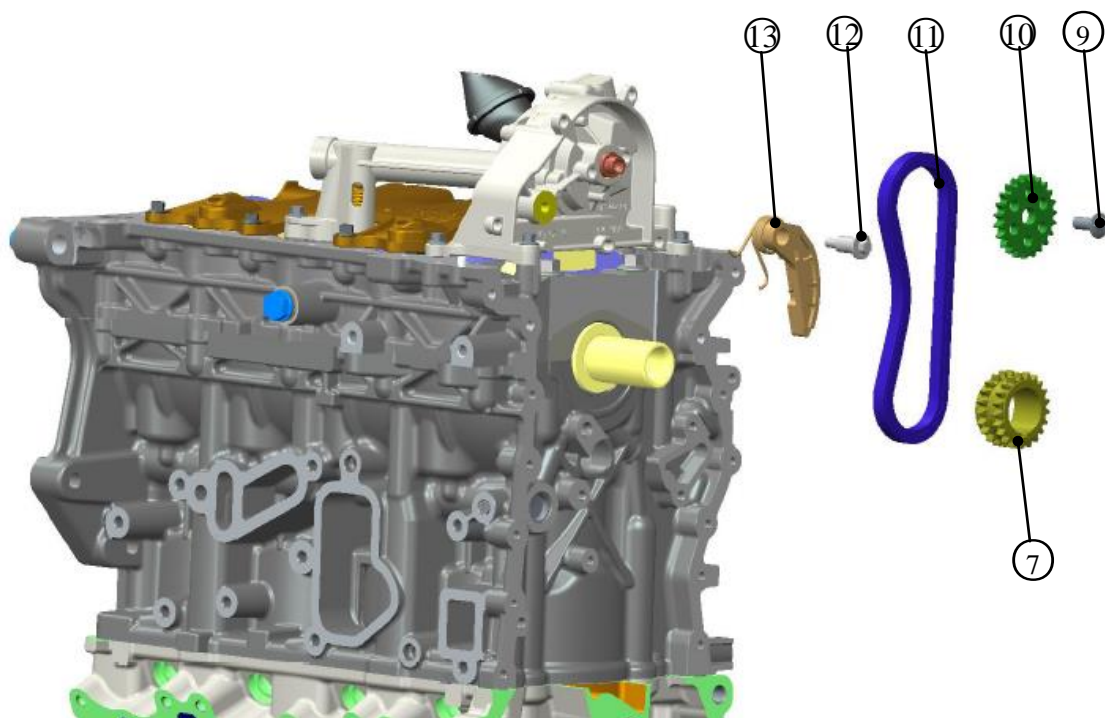

图 I-2 机油泵链系统
- A、通过半圆键定位，将曲轴正时链轮⑦装配到曲轴上，注意曲轴正时链轮安装面与曲轴台阶面完全贴合，有文字标记面朝向发动机前端；
- B、将机油泵链轮⑩装配到机油泵上，装好后，通过夹具固定机油泵和机油泵链轮，然后拧紧六角法兰面螺栓⑨；
- C、把机油泵总成放在框架上，将机油泵链条总成⑪装配到曲轴正时链轮⑦和机油泵链轮⑩上，拧紧固定机油泵总成的螺栓；
- D、用螺栓-机油泵活动导轨⑫将机油泵活动导轨⑬装配到机油泵上，暂不拧紧，使用工装将机油泵活动导轨上的弹簧卡入机油泵总成上对应限位槽，装好后，拧紧螺栓-活动导轨⑫，见图 I-2。